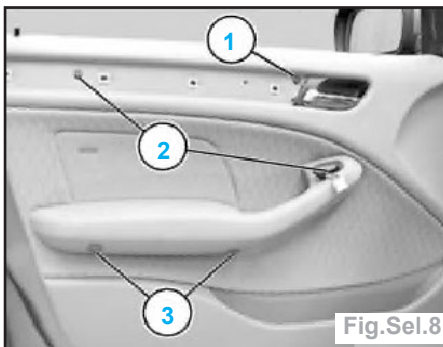

Fig.Sel.8
- Déposer les vis (1) (fig.Sel.8).